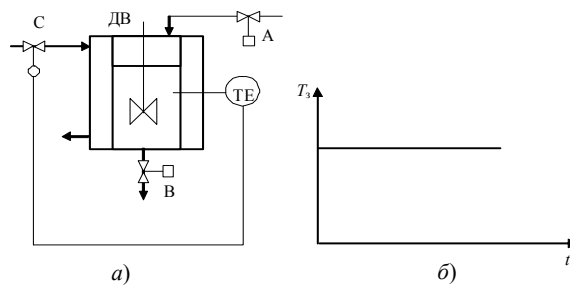

Рис. 4.12
3. Необходимо реализовать одноконтурную АСП температуры в реакторе (рис. 4.12, а). Открыть клапан A на 30 с. Затем включить мешалку и поддерживать температуру по заданной программе в течение 1 часа (рис. 4.12, б). Далее открыть клапан B.